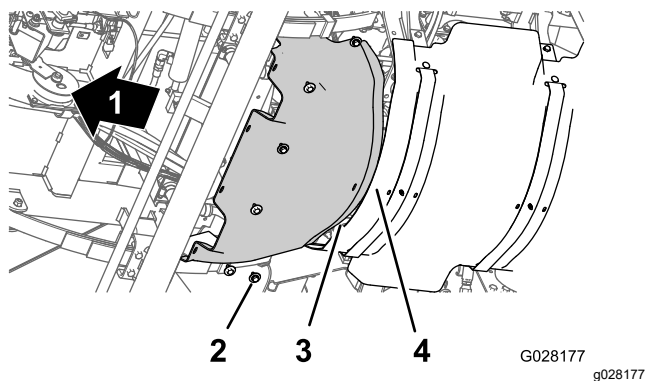

图 66
1. 将前隔热罩上的后凸缘与后隔热罩上的前凸缘对齐图 66。
2. 将前隔热罩上的孔与底盘上的螺纹孔对齐图 66。
3. 使用 拆下前隔热罩 (页码 44) 的步骤 3 中卸下的 6 个六角头螺栓和 6 个垫圈图 66 将前隔热罩组装到机器上。